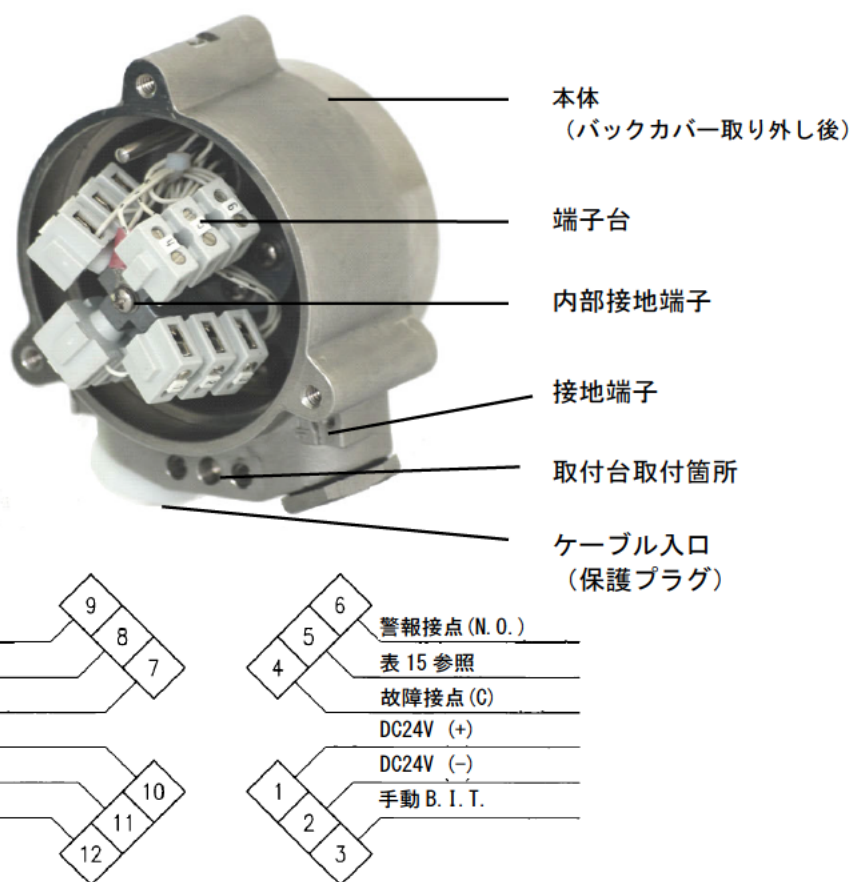

図 8：端子台
本セクションでは、本体への配線方法について説明します (図 8)。
5. 端子台 (図 8) と表 15 に従い、ケーブルを所定の端子に接続します。
7. 配線が正しく接続されていることを確認して下さい。配線を誤った場合、本器が破損する恐れがあります。また、バックカバーを閉じる際に干渉しないように配線して下さい (図 8)。